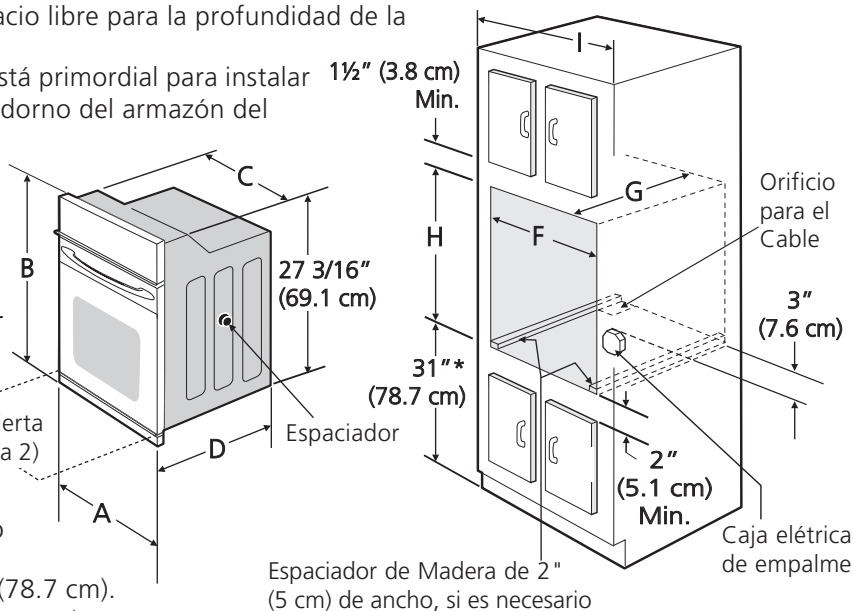

Figura 1
El primer paso para su instalación debe de ser el de medir las dimensiones de la apertura y compararlas con las que se indican en el cuadro de dimensiones del hueco de la figura 1. Posiblemente encontrará que algún trabajo de carpintería será necesario.
HORNOS DOBLES DE 27" Y 30" (Para hornos simples, ver la Figura 1)
Consulte la Figura 1 o la figura 2 para conocer las dimensiones pertinentes al modelo de su horno y al espacio necesario en el que poner el horno. La superficie donde se va a apoyar el horno debe de ser de madera contrachapada sólida u otro material similar y, sobre todo, la superficie tiene que estar a nivel, de lado a lado, y de atrás hacia adelante.
3. Este electrodoméstico debe conectarse a la caja de fusibles (o de cortacircuito), por medio de un cable blindado flexible o un cable con forro no metálico. El cable blindado flexible que va desde el electrodoméstico debe de estar conectado directamente a la caja de empalme. La caja de empalme debe de estar localizada en el lugar que se indica en la Figura 1 o 2, dejando tanto exceso de cable como sea posible entre la caja y el electrodoméstico, de forma que así el electrodoméstico se pueda mover fácilmente, si fuera necesario para hacer una reparación.
La altura del horno se puede ajustar con cuñas de madera de 2" (5 cm) de ancho, donde sea necesario, para que quepa en un gabinete o abertura existente, cuando la altura del corte es superior a **28¹/₈" (71,4 cm)** en el caso del horno único de pared o **49¹/₂" (125.7 cm)** en el caso del horno doble de pared (ver la Figura 1 ó 2). Colocar las cuñas de altura apropiada debajo de los rieles laterales del horno.